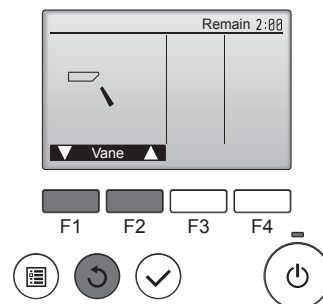

Fig. 8-4
- 2 Tryk på knappen [VÆLG] for at få vist driftsskærmen Vane (Ventilatorvinge), og tryk derefter på knapperne [F1] og [F2] for at kontrollere autovingen. (Fig. 8-4)